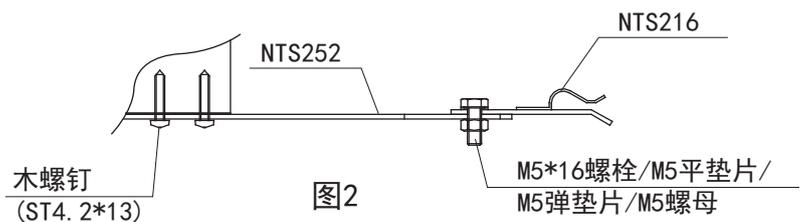

图2
- ③. 支撑金具的固定。
- b. 用M5*16螺栓/M5平垫片/M5弹垫片/M5螺母连接NTS252和NTS216，但不紧固 (图2)。
④. 裙边安装